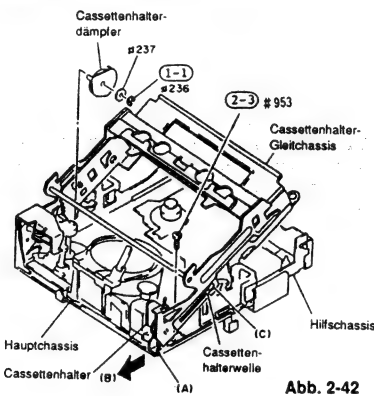

Abb. 2-42
- 1) Einen (1) E-Ring entfernen, mit dem der Cassettenhalterdämpfer befestigt ist (siehe Abb. 2-42).
(2) Cassettenhalter
- 3) Eine (1) Befestigungsschraube des Cassettenhalters entfernen (siehe Abb. 2-42).
- 5) Den Eingriffsabschnitt (A) des Halters von dem Hauptchassis entfernen (siehe Abb. 2-42). Die Cassettenhalterwelle kommt zu Abschnitt (C) der Cassettenhalter-Gleitnut. Das Cassettenhalter-Gleichchassis hineindrücken, um die Cassettenhalterwelle von dem Cassettenhalter und dem Hilfschassis freizugeben.